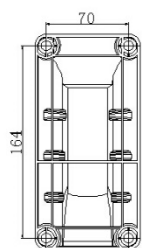

Abb. 2
3. Markieren Sie mit der Konsole als Schablone die Position der Schrauben und bohren Sie vier Löcher in die Wand (Abb. 2).